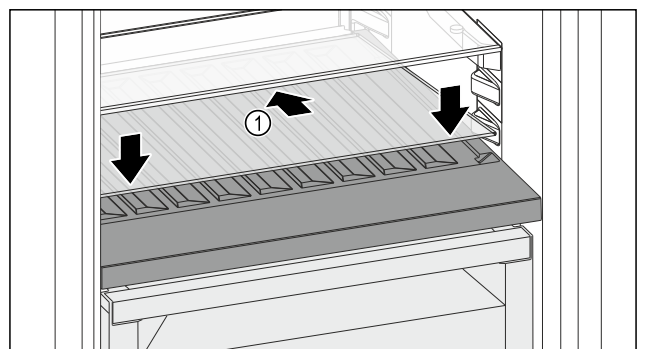

Fig. 100
- ▶ Вставте скляну полицю Fig. 100 (1) під кутом, нахиливши назад і донизу.
- ▶ Опустіть скляну полицю Fig. 100 (1) вперед.